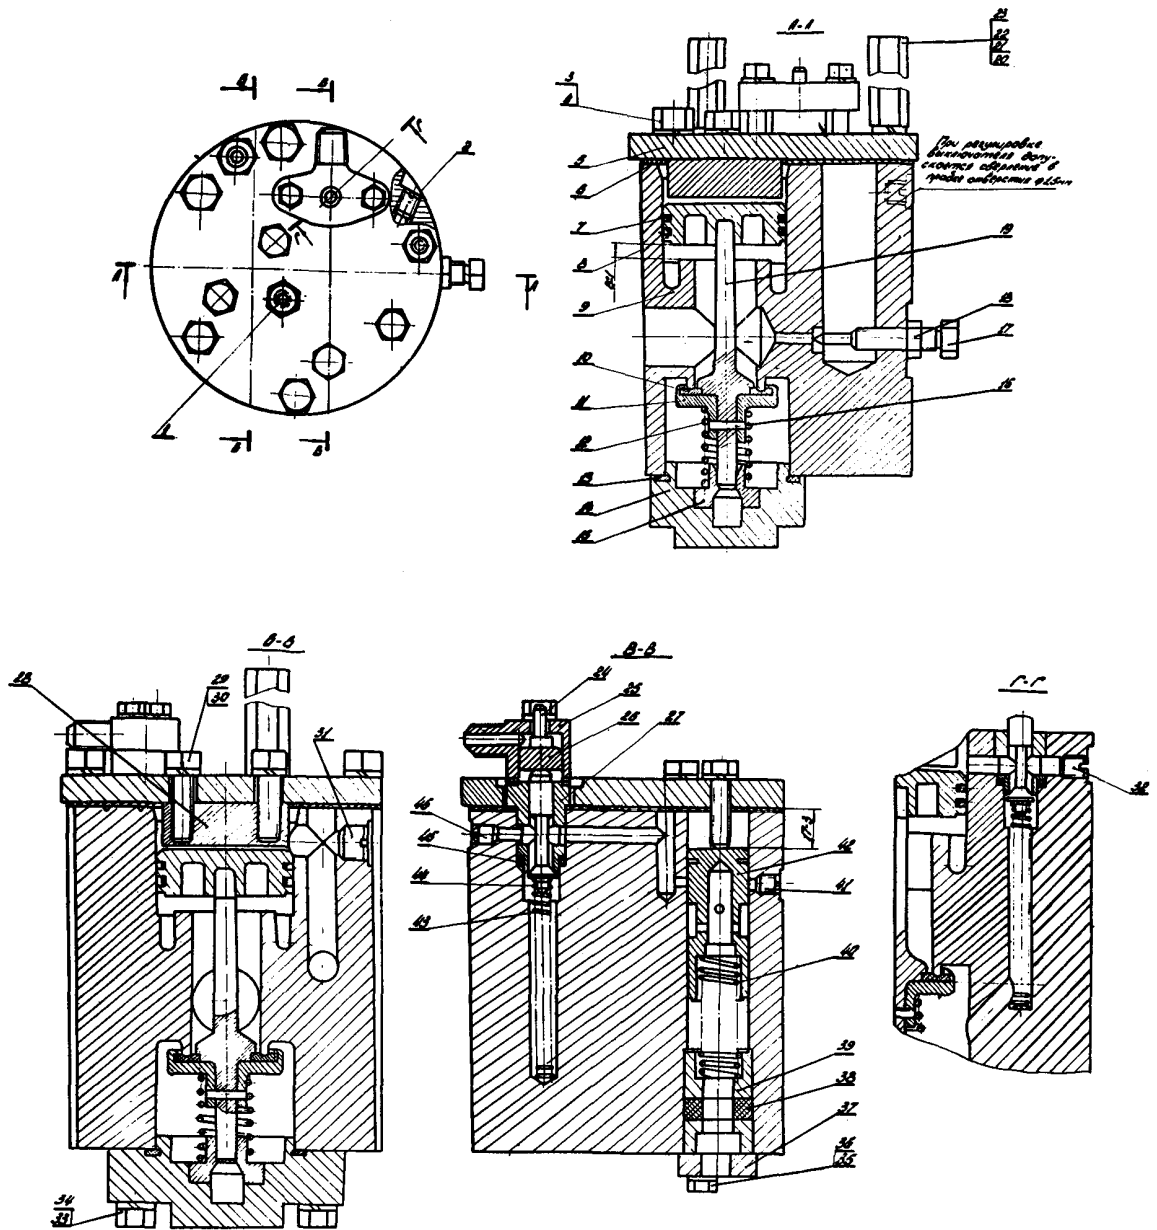

Рис. 16. Блок отключения:
16.1. Вывинтить болты крепления электромагнита отключения к стойкам 1 и 22 (рис.16), снять электромагнит, вывинтить стойки 22 и 1.